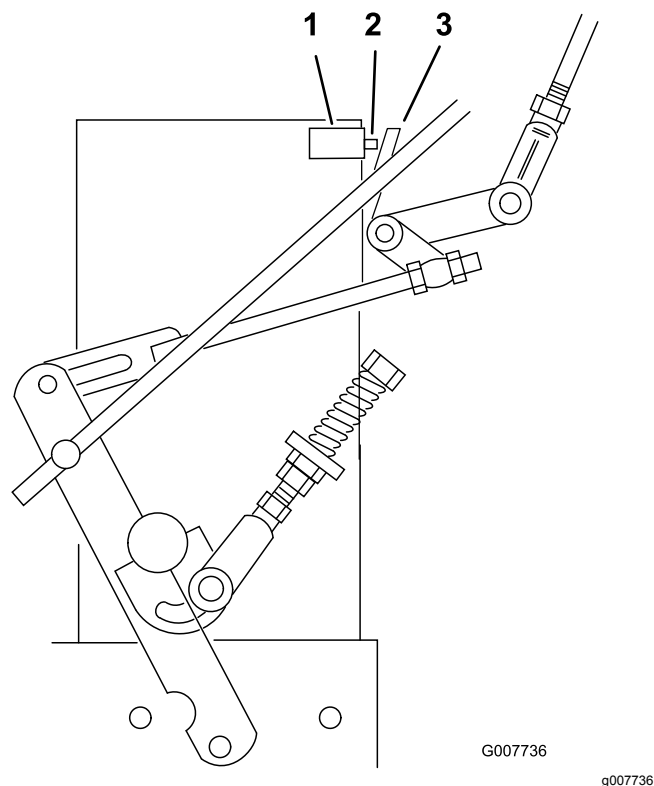

Рисунок 33
7. Проверьте, чтобы защитный выключатель был нажат, а между нажимным выступом и переключателем был зазор 8 мм(Рисунок 33).
8. Если необходимо, отрегулируйте положение выключателя, чтобы установить зазор 8 мм (Рисунок 33).